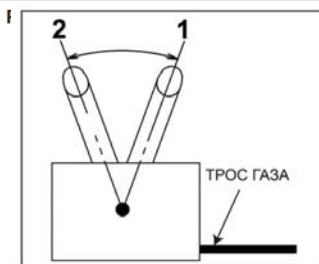

Рис. 16 Положения рычага газа
4. Переведите рычаг газа 5 (Рис. 1) на 1/3 хода в сторону положения максимальных оборотов двигателя (Рис. 16).
1. Переведите двигатель в режим холостого хода, для этого переведите рычаг газа в положение 2 холостых оборотов двигателя (Рис. 16) и дайте двигателю поработать примерно 1 минуту.
Для изменения скорости движения мотоблока на каждой передаче пользуйтесь рычагом газа (Рис. 16).